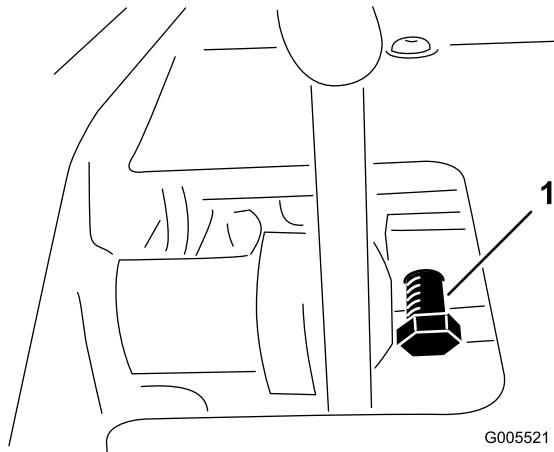

Figure 57
1. Desserrez l'écrou de la vis de blocage (Figure 57).